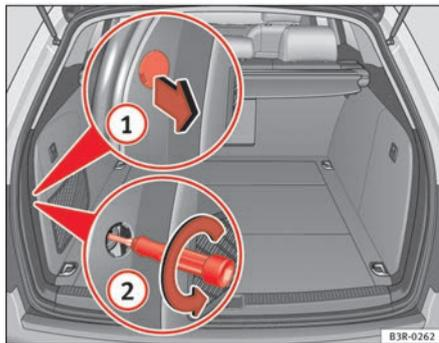
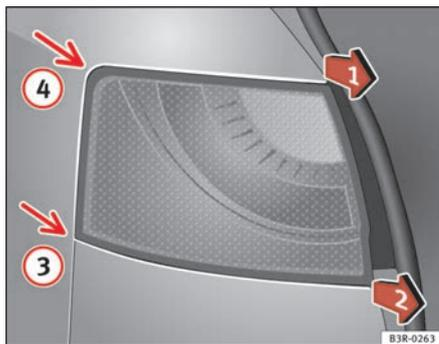

Fig. 219 Coffre à bagages : vis de fixation de feu arrière
Fig. 220 Dépose du feu arrière (partie latérale)
⇒ fig. 219 ① et retirez le cache ainsi que sa fixation.
- Desserrez la vis qui se trouve derrière dans le sens contraire des aiguilles d'une montre (flèche) ② à l'aide d'un tournevis et retirez-la avec précaution.
- Tirez en alternance dans le sens des flèches ⇒ fig. 220, position ① et ②, jusqu'à ce que le feu arrière sorte de la fixation (positions ③ et ④).